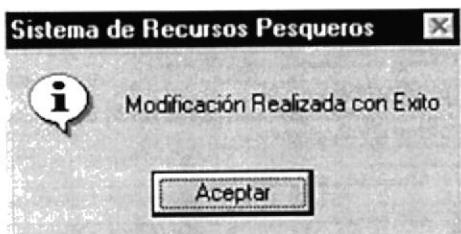

Figura 9.77 Mensaje de Modificación
4. Si ha realizado una modificación se mostrará la pantalla (ver figura 9.77).